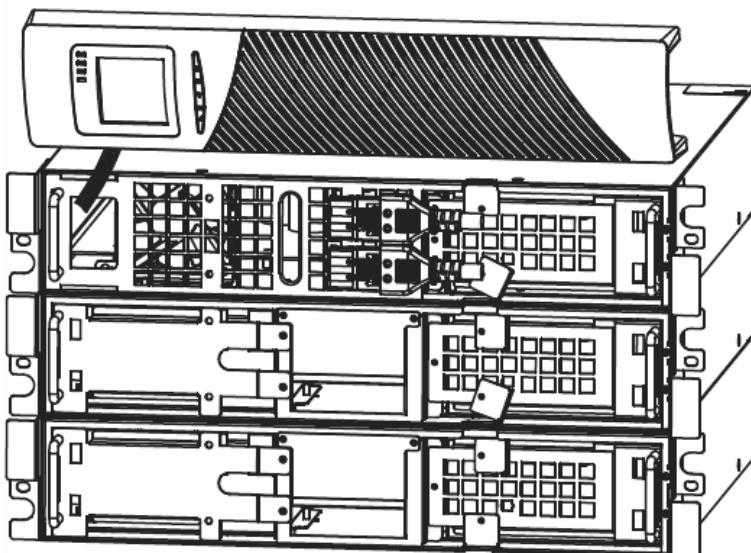

Рис. 13 Стандартная установка блоков АКБ
3. В верхней части блока аккумуляторов удалите заглушку выпускного отверстия (См. Рис. 13).
4. Если вы устанавливаете несколько блоков аккумуляторов, для каждого блока аккумуляторов удалите заглушку впускного отверстия кабеля блока аккумуляторов в верхней и нижней части передней панели блока аккумуляторов (см. Рис. 13).
5. Вставьте кабель (кабели) блока аккумуляторов в аккумуляторный разъем (разъемы), как показано на Рис. 13. К ИБП можно подсоединить до четырех блоков аккумуляторов. Подсоедините черный к черному. Слегка нажмите на разъем для надежного соединения.